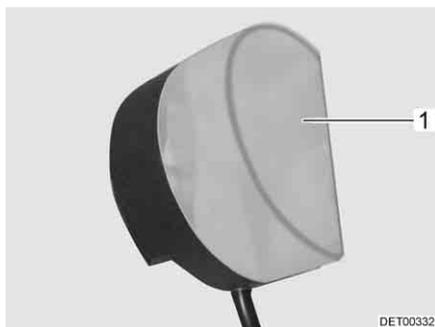

Fig. 241 Luz do roupeiro
- Comprima ligeiramente o resguardo da lâmpada (Fig. 241,1) e retire-o.